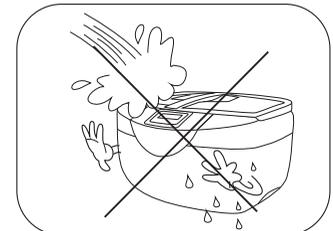

Fig. 19
- Não molhe o equipamento para evitar risco de choque elétrico ou danos à cuba de ultra-som (Fig. 19);